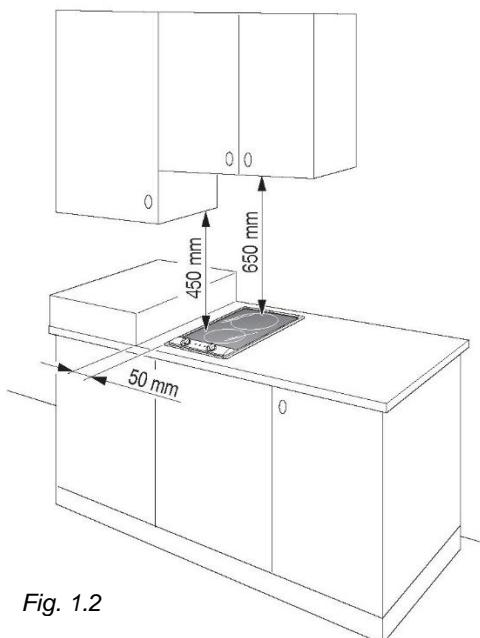

Fig. 1.2
- la plaque de cuisson ne doit pas être placée à moins de 50 mm de toute paroi latérale (fig. 1.2) ;
- il doit y avoir une distance d'au moins 650 mm entre la plaque de cuisson et toute hotte murale ou aspirante placée immédiatement au-dessus (voir fig. 1.2) ;